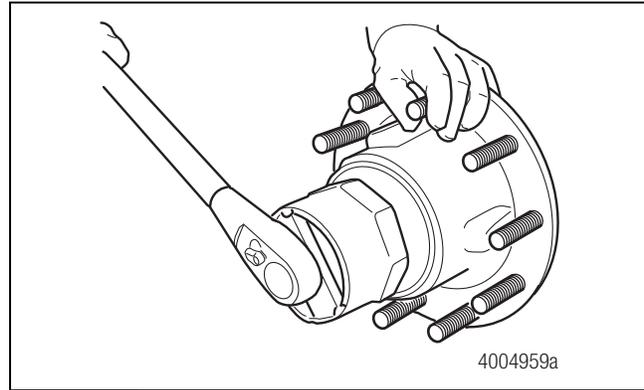

Figura 3.35
13. Instale el tapón de la maza y apriételo a 50-75 lbs-pie (68-102 N•m). Figura 3.35.